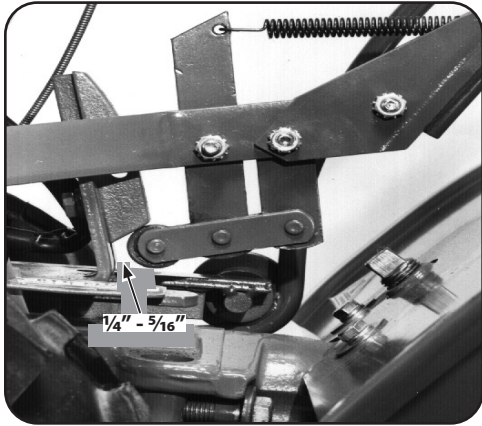

Figura 5-13
- Mueva la palanca de Ruedas/Dientes/Transmisión de la PTO completamente hacia abajo hasta la posición FORWARD (avance). El rodillo de embrague que está en la base de la palanca deberá ubicarse debajo del bloque de ajuste de la correa. Consulte la Figura 5-13. No permita que el rodillo de embrague se mueva durante los próximos pasos. Si se mueve, obtendrá una lectura falsa de la tensión de la correa.
- La tensión de la correa es correcta si el frente del rodillo de embrague está a $\frac{1}{4}$ \"-hasta- $\frac{3}{16}$ \" del frente del soporte vertical que sostiene el bloque de ajuste en su lugar. Consulte la Figura 5-13. Para medir esta distancia: